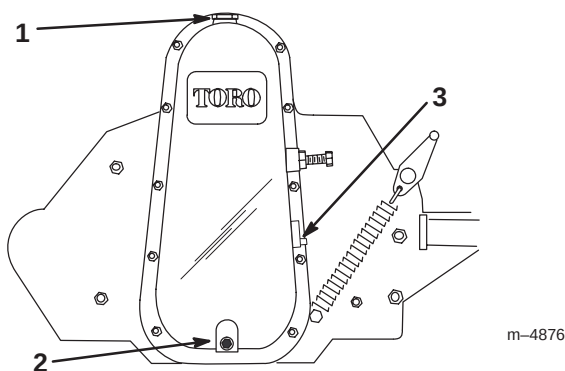

Figure 8
3. Enlevez le bouchon de remplissage en haut du carter de la chaîne d'entraînement (Fig. 8).
5. Enlevez le bouchon de vidange (Fig. 8).
7. Enlevez le bouchon latéral (Fig. 8).